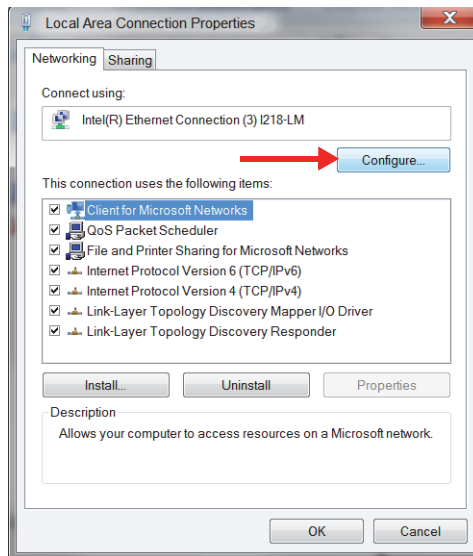

図 1-7 構成の選択
3. **【ネットワーク】**タブの**【構成】**をクリックします（29 ページの図 1-7）。